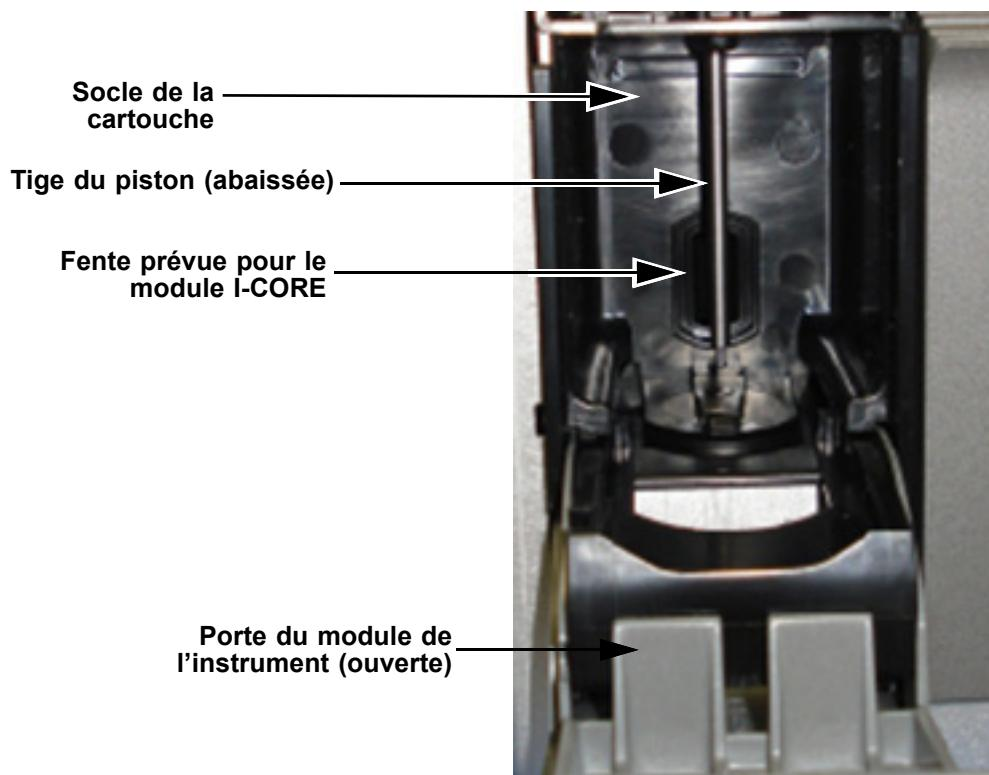

Figure 9-5. Tige du piston abaissée dans le socle de cartouche
6. Dans la boîte de dialogue Maintenance tige de piston, le nom du bouton **Nettoyer** change en **Remonter** (si vous cliquez sur le bouton **Nettoyer tout**, il change en **Remonter tout**). Sur l'instrument, les tiges de pistons des modules sélectionnés (ou de tous les modules si vous aviez cliqué sur le bouton **Nettoyer tout**), descend dans les socles de cartouches. Consultez la Figure 9-5.
La présence de liquide à l'intérieur du module I-CORE peut endommager celui-ci. Ne touchez pas la fente sur le module I-CORE dans laquelle est inséré le tube réactionnel de la cartouche (cf. Figure 9-5).